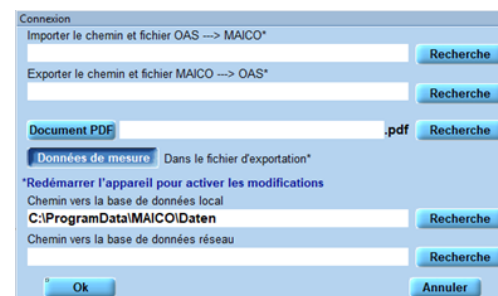

Figure 69
Le fichier de base de données est stocké localement sur le PC par défaut. Pour utiliser un fichier de base de données stocké sur un réseau, utilisez le champ **Chemin vers la base de données réseau** (2) (Figure 69).